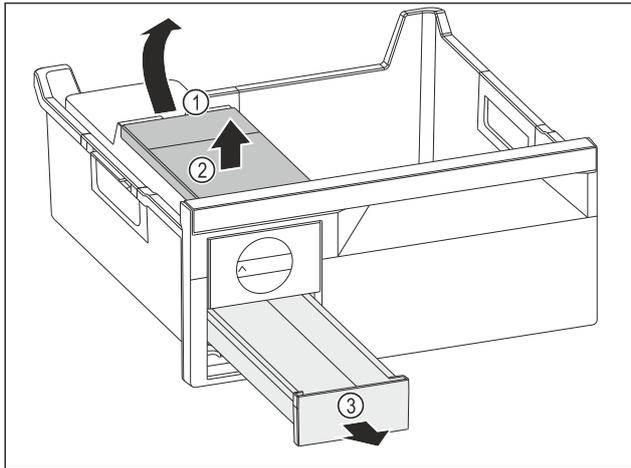

Fig. 111
- ▶ Retirer le réservoir d'eau : Soulever le réservoir d'eau hors de l'évidement Fig. 111 (1).
- ▶ Retirer le réservoir d'eau Fig. 111 (2) vers le haut.
- ▶ Retirer le compartiment à glaçons Fig. 111 (3) vers l'avant.